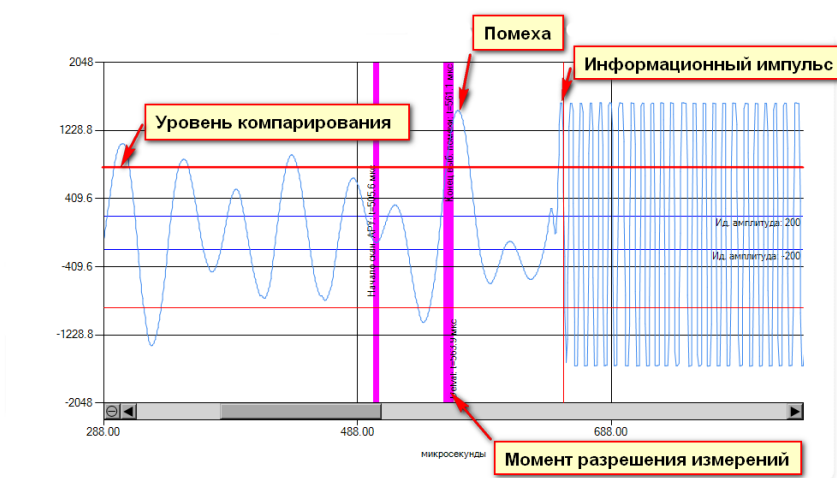

Рисунок 4.1 – Пример сигнала с помехой
4.4.2 В случае, если амплитуда помехи превысит уровень компарирования после момента разрешения измерений (Рисунок 4.1), она будет воспринята системой как ложный информационный импульс. При этом однозначно сработает система самодиагностики по критерию "отклонение измеренной скорости звука луча от средней свыше установленной границы (5%) либо по критерию "отношение сигнал-шум менее критического значения (менее 15 дБ)". При этом система самодиагностики сформирует сигнал аварии луча "НЕНОРМА" и луч будет отключен.